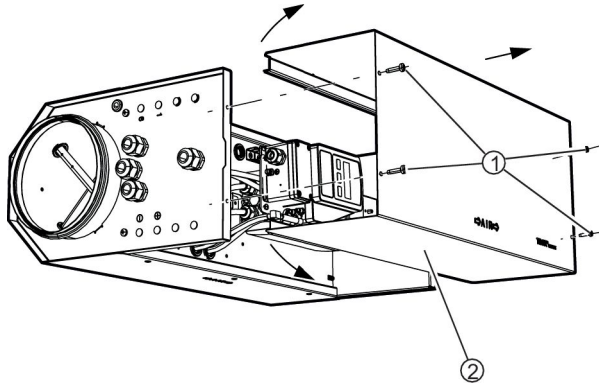

Abb. 10: Gehäuse öffnen
1. ▶ 4 Schrauben (Abb. 10 /1) mit einem Kreuzschlitzschraubendreher lösen und entfernen.
Seitenteile (Abb. 10 /2) des Deckels beidseitig mit einem Schraubendreher leicht nach außen drücken.
3. ▶ 4 Schrauben (Abb. 10 /1) mit Kreuzschlitzschraubendreher eindrehen und festziehen.